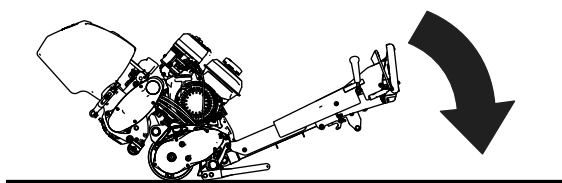

Figura 5
2. Dado della vite di regolazione della barra di appoggio (2)
- Con l'apparato di taglio collegato alla macchina, abbassate l'impugnatura del trattorino al suolo (**Figura 5**).